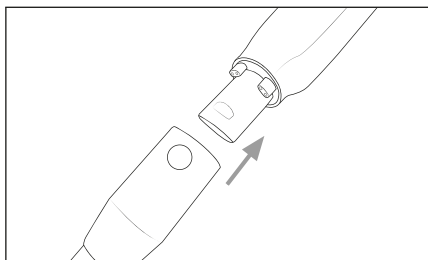

Fig. 1
- 1) Monte o tubo de aspiração 23 no aparelho, encaixando-o até ouvir um estalido (ver fig. 1).